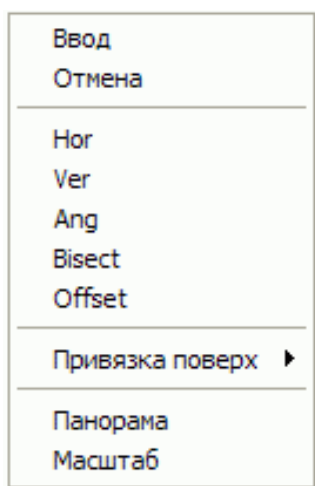

Рис. 48. Контекстное меню
3. Для окончания работы необходимо нажать клавишу <Enter> или правую кнопку мыши. Пять опций, которые доступны в начале работы команды **XLINE (ПРЯМАЯ)**, позволяют рисовать прямые, расположенные специальным образом: горизонтальные (**Hor (Гор)**); вертикальные (**Ver (Вер)**); под определенным углом (**Ang (Угол)**); образующие биссектрису некоторого угла, для которого нужно указать вершину и стороны (**Bisect (Биссект)**); параллельные к другому линейному объекту, т.е. отрезку, лучу или прямой (**Offset (Смещение)**). Каждая из перечисленных опций вводится с помощью тех букв, которые в наименовании опции выделены в верхнем регистре или с помощью контекстного меню (рис. 48). На рисунке 49 приведен пример построения трех связанных изображений предмета с использованием вспомогательных прямых.